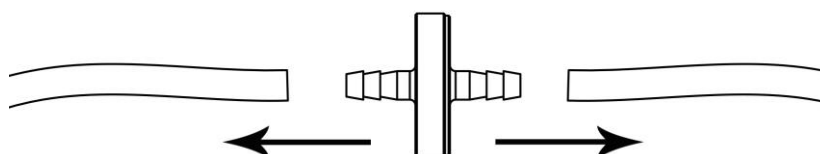

Figura 23 - Substituição do filtro hidrofóbico
- Para substituir o filtro hidrofóbico, retire a mangueira de suas extremidades, conforme figura 23